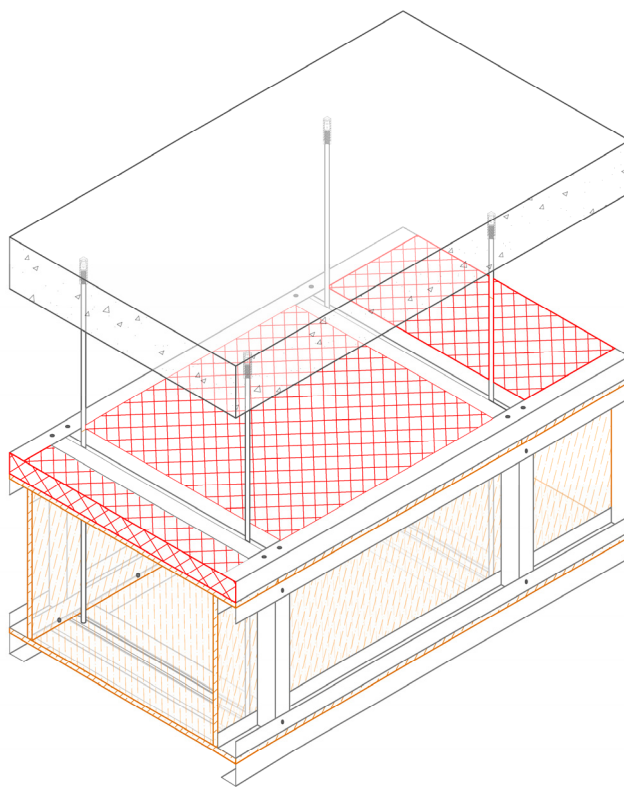

Рис.12
6. Заполнить минеральной ватой каркас верхней панели Техстронг С - крышки короба (рис.12).